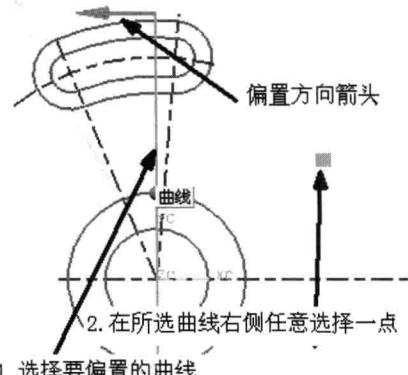

图 1-47
继续偏置曲线, 在图形中选择如图 1-47 所示的要偏置的曲线, 然后在 **指定点 (1)** 区域选择 (自动判断的点)图标, 在图形中所选曲线的右侧任意选择一点, 如图 1-47 所示, 出现偏置方向箭头, 如图 1-47 所示。